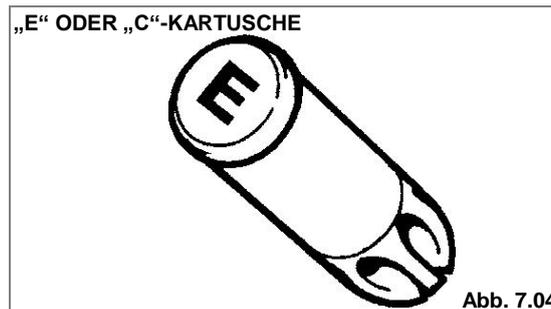

Abb. 7.04
- Verwenden Sie nur CASH-Kartuschen der richtigen Stärke mit der Bodenmarkierung „E“ oder „C“, wie in Abb. 7.04 gezeigt